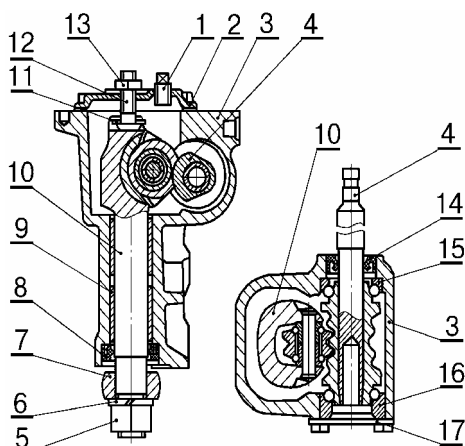

Рис.2. Детали рулевого механизма червячного типа:
- отвернуть пробку 1, рис.2 и 3, и слить масло из картера 3 рулевого механизма (ключ гаечный 8 или ключ 10 под внутренний шестигранник, емкость технологическая);
- отвернуть болты крепления крышки верхней картера рулевого механизма, снять крышку 2, рис.2, с регулировочным винтом 12 в сборе (головка сменная 13, вороток или гайковерт типа ИП-3111);